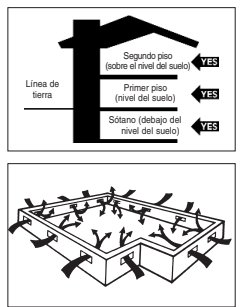

Figura 1
- Los sótanos bajos deben tener un mínimo de 18" (46 cm) desde el suelo a la parte inferior de las vigas. Es necesario cubrir el suelo con una película de polietileno negro de 6-20 mil que actuará como barrera de vapor, con las juntas espaciadas a seis pulgadas y pegadas con cinta adhesiva. El sótano bajo deberá tener una ventilación de perímetro igual al 1.5% de los pies cuadrados del sótano bajo, como mínimo. Estas aberturas de ventilación deberán estar debidamente ubicadas para promover la ventilación cruzada (Figura 1). De ser necesario, las normas locales prevalecerán.